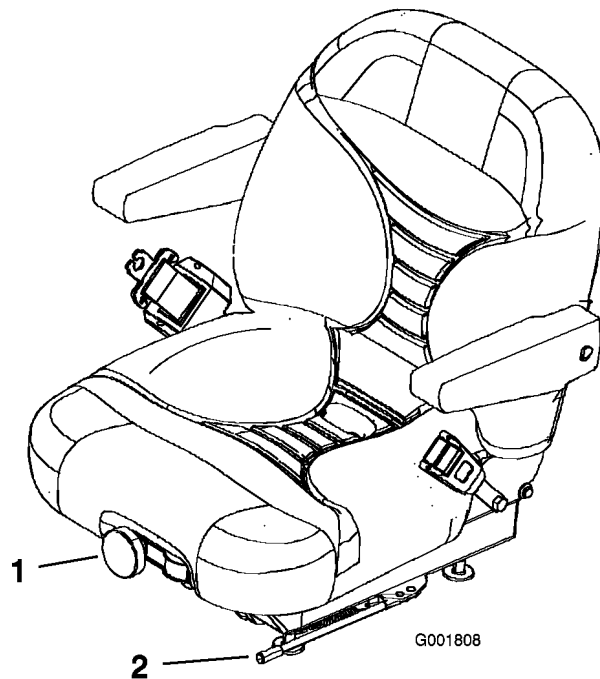

Figure 26
1. Poussez le levier de réglage sur le côté pour débloquer et régler le siège (Figure 26).
Pour ce faire, tournez le bouton à l'avant dans un sens ou dans l'autre pour obtenir la position la plus confortable (Figure 26).